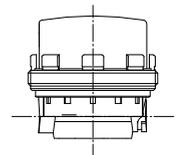

Abb. 2
- 1.6. Minolas-Messkapsel aus der Verpackung entnehmen. Werksseitig sind Gewinding und Aushebering bereits vormontiert, der O-Ring beige packt. (Abb. 2).